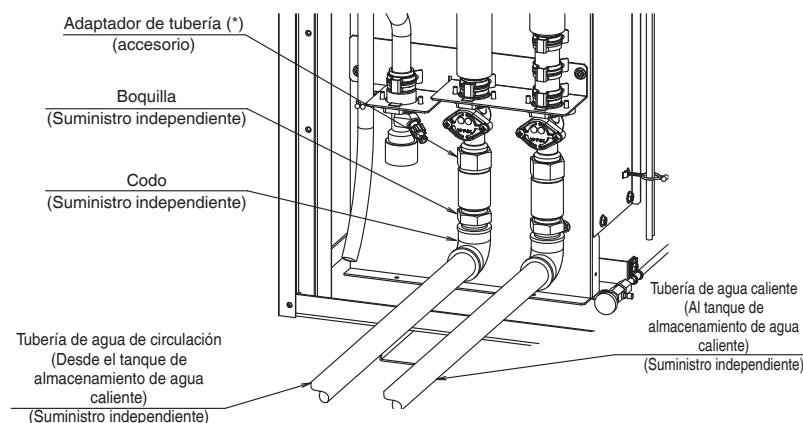

Fig. 16 Conexión de la tubería de agua
- La Fig. 16 muestra la conexión de la tubería de agua in situ a la unidad en cascada.